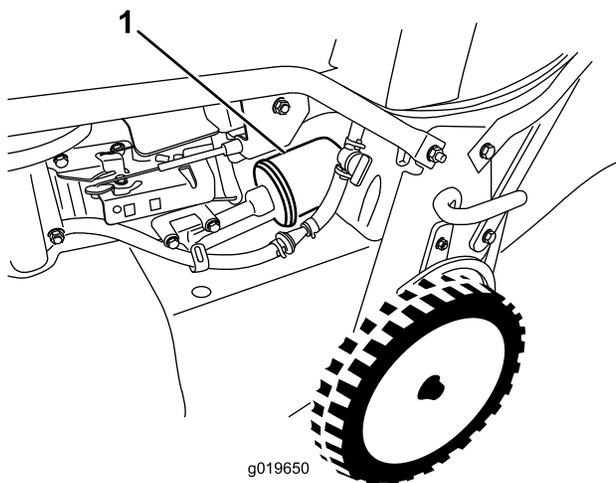

Figura 30
- Retire el filtro de aceite (Figura 30).